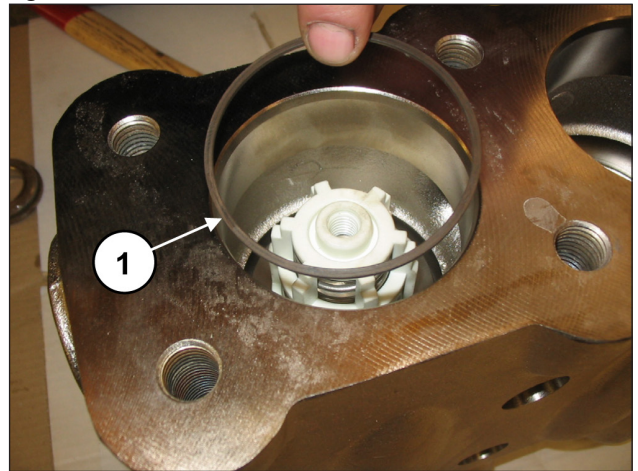

Fig. 126
Insira o anel anti-extrusão, pos. de explosão nº. 16 (pos. ①, Fig. 126).